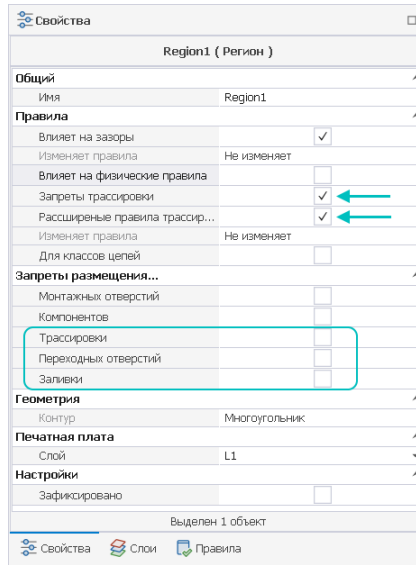

Рис. 145 Расширенный формат правил регионов и зон запретов
- информация по запрету размещения на выбранном регионе трекров, переходных отверстий и областей металлизации при выделении правил, которые влияют на правила трассировки, см. Рис. 145.